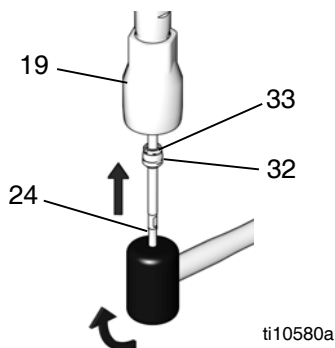

図 24
10. プライミングピストンロッド (24) にグリースを塗布してから、組み立てた吸気バルブをロッド上にスライドします。パッキンナット (33) が先になっていることを確認してください。バルブアセンブリをロッド上で押し上げ、吸気バルブハウジング (19) に達する前に止めます。図 24 を参照してください。
11. 調整可能レンチを使ってパッキンナット (33) を締めるときには、バルブ本体 (32) をレンチでしっかりと固定します。適切なトルクについては下記の表を参照してください。ゴムハンマーを使い、バルブアセンブリをプライミングピストンロッド (24) 上で止めます。